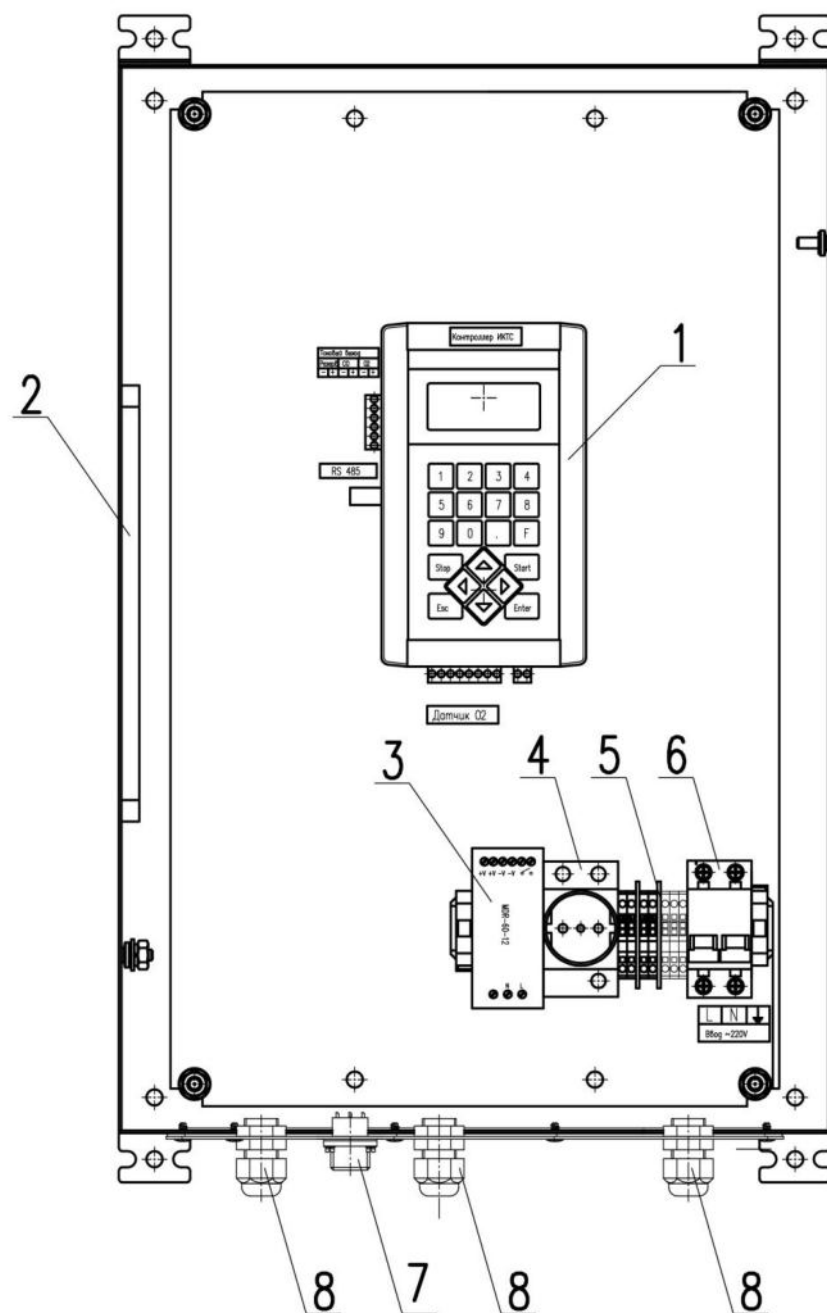

Рис. 3 – Блок измерительный
Размещение элементов блока измерительного внутри шкафа показано на *Рис. 3*.
В нижней части шкафа (см. *Рис. 3*) размещаются источник вторичного электропитания 220/12 V (3), электрическая розетка ~220 V (4) для сервисного обслуживания, клеммная панель (5), вводной автоматический выключатель ~220 V (6).